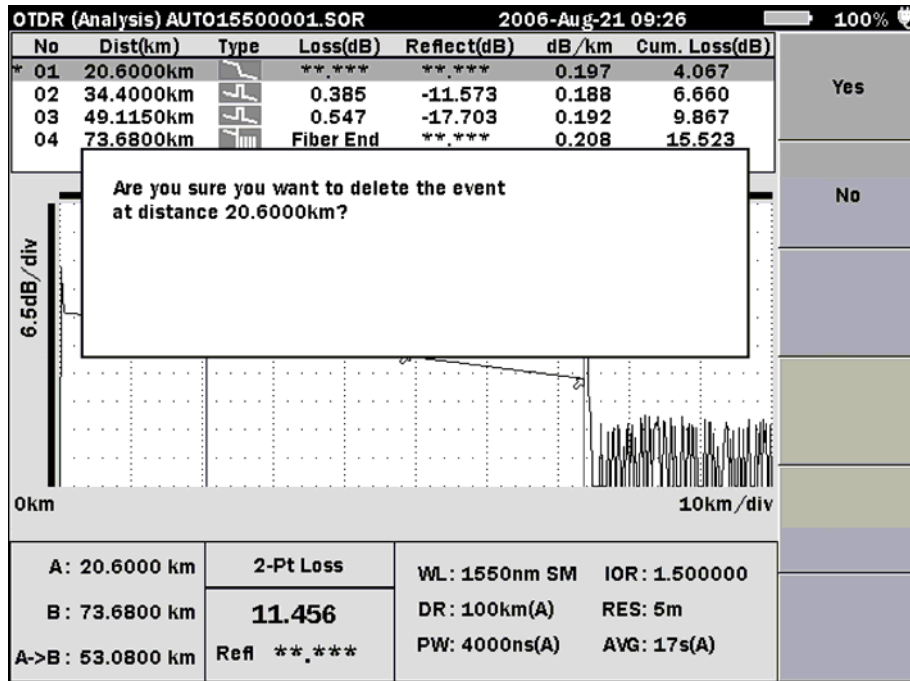

图4-13: 删除事件告警信息
3. 按 ( f4 ) 删除事件键, 出现告警信息 ( 见图4-13 )